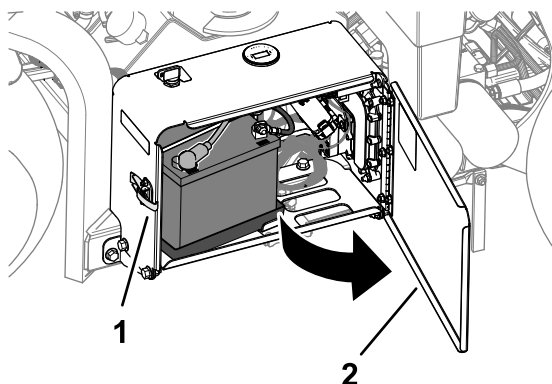

**Figura 158**
1. Sbloccate lo sportello del vano batteria e apritelo (Figura 158).